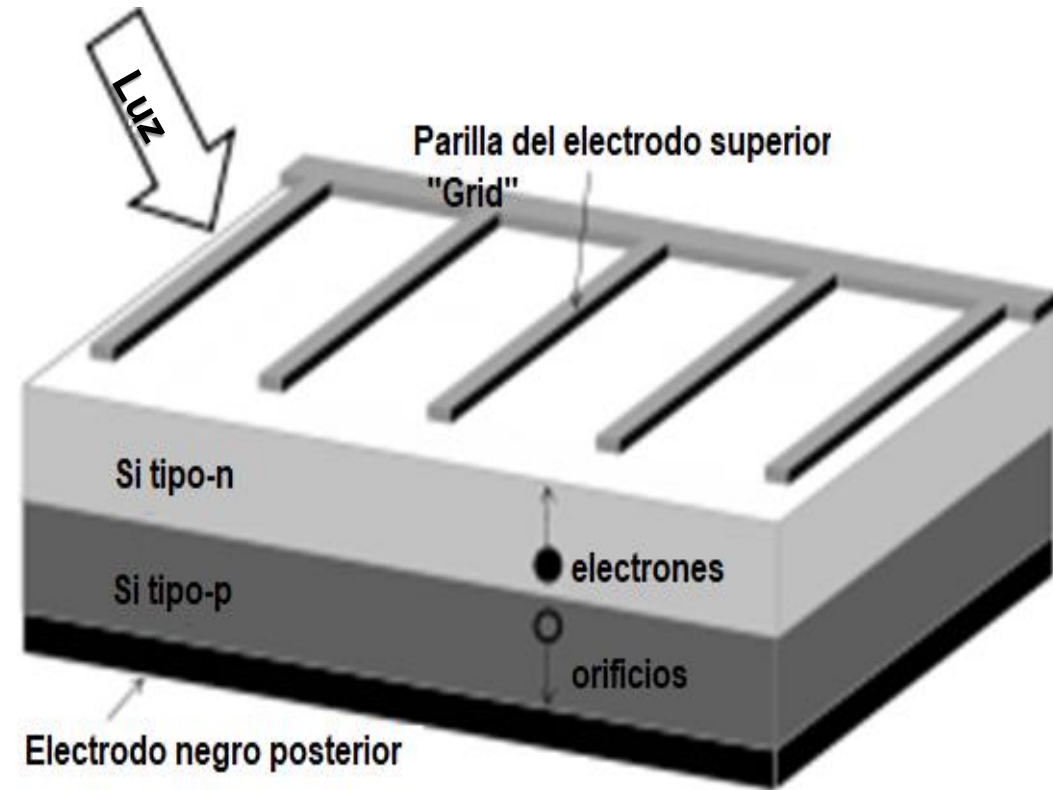

Figura 1
- La luz absorbida produce electrones y agujeros libres, que actúan como portadores de carga y están conectados a los electrodos (arriba y abajo) como se muestra en la Figura 1.